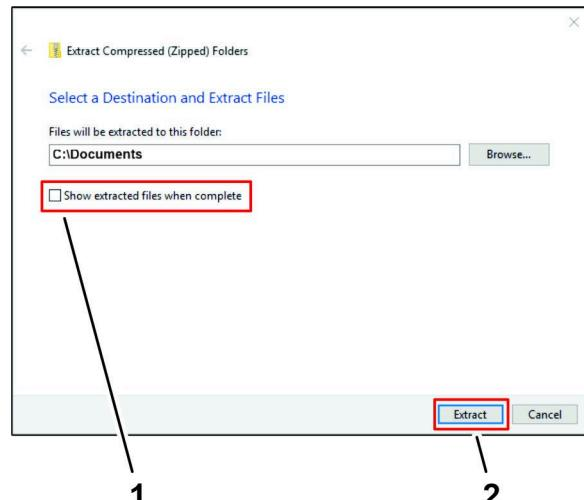

図 36
4. 圧縮ファイルの抽出ダイアログ ボックスで、完了時に抽出されたファイルを表示するチェックボックスのチェックを外し、抽出ボタン(図 36)をクリックする。